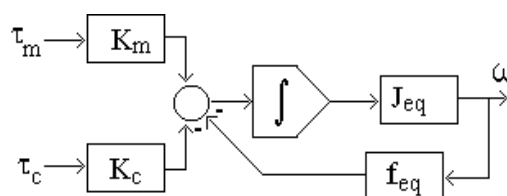

Figura 2: DB del sistema de caja reductora.
En ciertas aplicaciones se usa el concepto de "carga reflejada en un eje" o "carga referida a tal velocidad". Por ejemplo, un interesado en el sistema motriz (en su diseño / dimensionamiento / especificación) referiría la carga al eje (a la velocidad ω_m) del motor y alguien interesado en control de velocidad de carga lo haría a ω_c . Mediante álgebra de bloques convierta el DB original en sendos DB del tipo mostrado en Figura 2, considerando los casos: (1) $\omega = \omega_m$; (2) $\omega = \omega_c$.